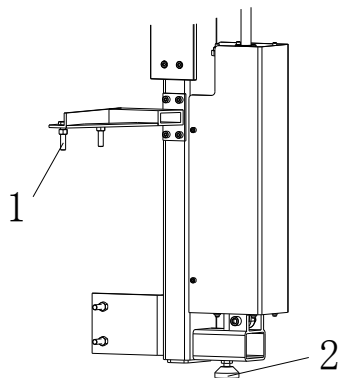

Рис. 10
- 2) Закрепите колонну на корпусе четырьмя винтами 1 и отрегулируйте опору 2 в подходящем месте (рис. 10).